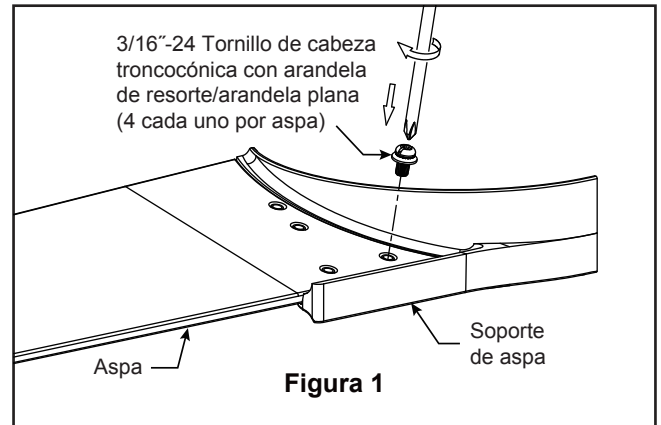

Figura 1
1. Instale la cubierta rotando la ranura clave en la cubierta sobre el tornillo de hombro del soporte del gancho, teniendo cuidado de no pillar los cables. Fije el tornillo de hombro. Instale adecuadamente y fije el segundo tornillo de hombro que fue anteriormente guardado. (Figura 1)
1. Coloque el asa sobre el soporte de asa con los pilotes roscados a la vista. Asegúrese de que la parte inferior del asa se encuentre bien apoyada sobre el soporte de asa. Con un destornillador phillips, fije los 3/16"-24 tornillos de cabeza troncocónica con arandela de resorte/arandela plana para asegurar la asa en el soporte de asa. (Figura 1)